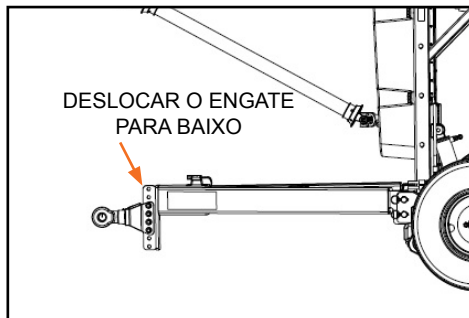

Figura 34
- Outra medida que pode ser aplicada é posicionar o engate do cabeçalho nos furos inferiores do mesmo, fazendo com que a bandeja fique mais próxima do solo figura (Figura 34).